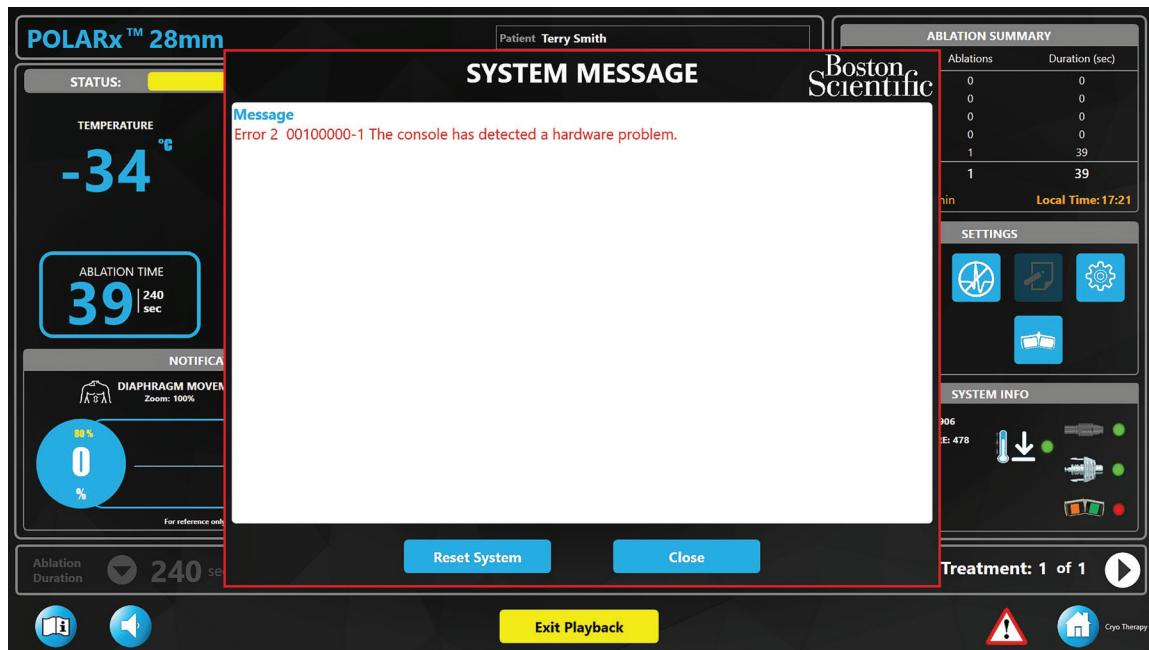

Figura 21. Ventana de mensajes del sistema
- Pulse el triángulo rojo en la parte inferior de la pantalla para abrir la ventana de mensajes del sistema (consulte las Figura 20 y Figura 21).